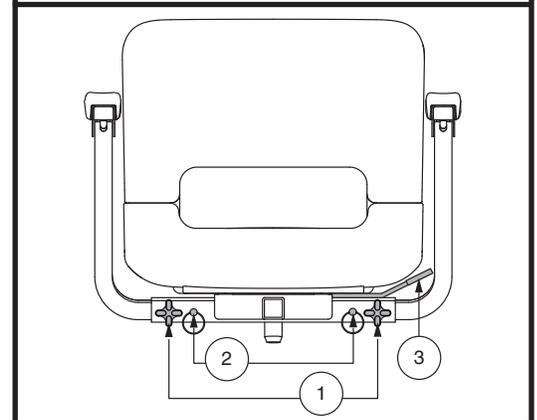

Abb. 11 Sitz- u. Armlehneinstellung
1. Lösen Sie die Armlehneneinstellhebel. **Siehe Abb. 11.**